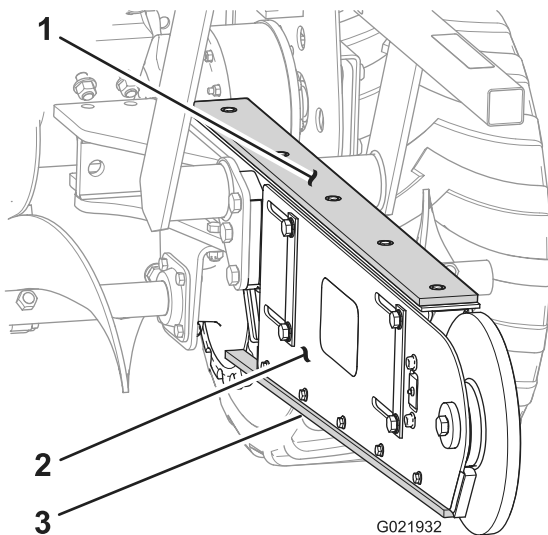

Figura 37
1. Levante la cadena de la tira de desgaste en la parte superior de la espada e inspeccione la tira de desgaste en busca de señales de daños o desgaste excesivo (Figura 37).